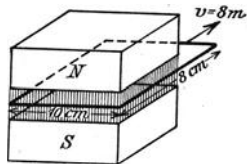

Abb. 59.
170. Zwei Stäbe aus 3 [2] (2,5) mm rundem Kupferdraht sind zu einem Rechteck von 10 [18] (20) cm und 8 [6] (12) cm Seitenlänge verbunden. Die eine 10 cm lange Seite befindet sich in einem Felde, dessen konstante Dichte 4500 [6000] (7500) ist; das Rechteck wird senkrecht zu den Kraftlinien mit einer Geschwindigkeit von 8 [10] (29) m fortbewegt (Abb. 59).